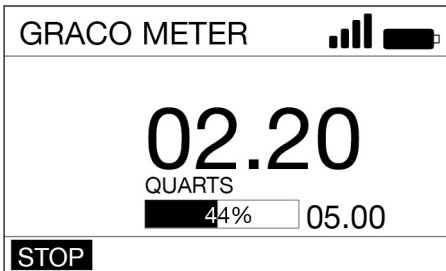

FIG. 34
3. Use las FLECHAS DERECHA o IZQUIERDA para seleccionar STOP (J) (FIG. 34). Pulse el botón INTRO.